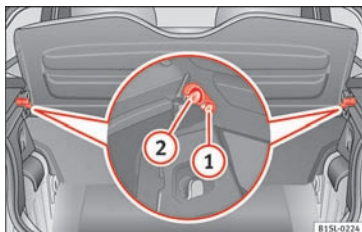

Fig. 70 Af- og påmontering af bagagerumsafdækning
Klap bagagerumsafdækningen op, og tryk den fast i fastgørelserne » **Fig. 70** ① i siden. Kontroller, at den er gået helt i hak. For at klappe bagagerumsafdækningen ned skal du trykke den ud af fastgørelserne.